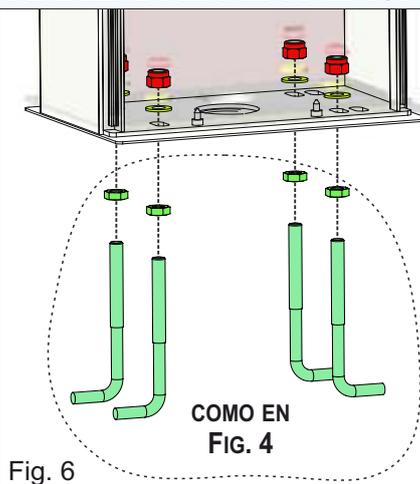
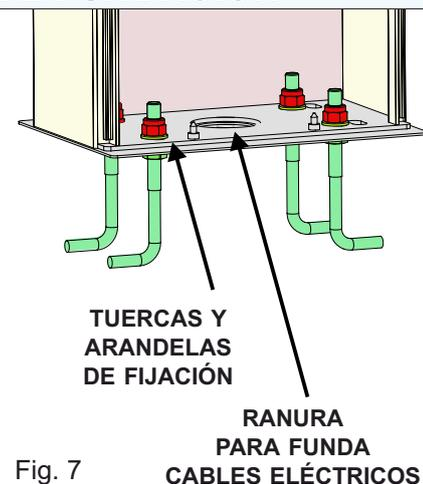

Fig. 6
Fig. 7
3.3. Apretar el mueble a la placa de fundación con las tuercas y arandelas proporcionadas - Fig. 6 y Fig. 7